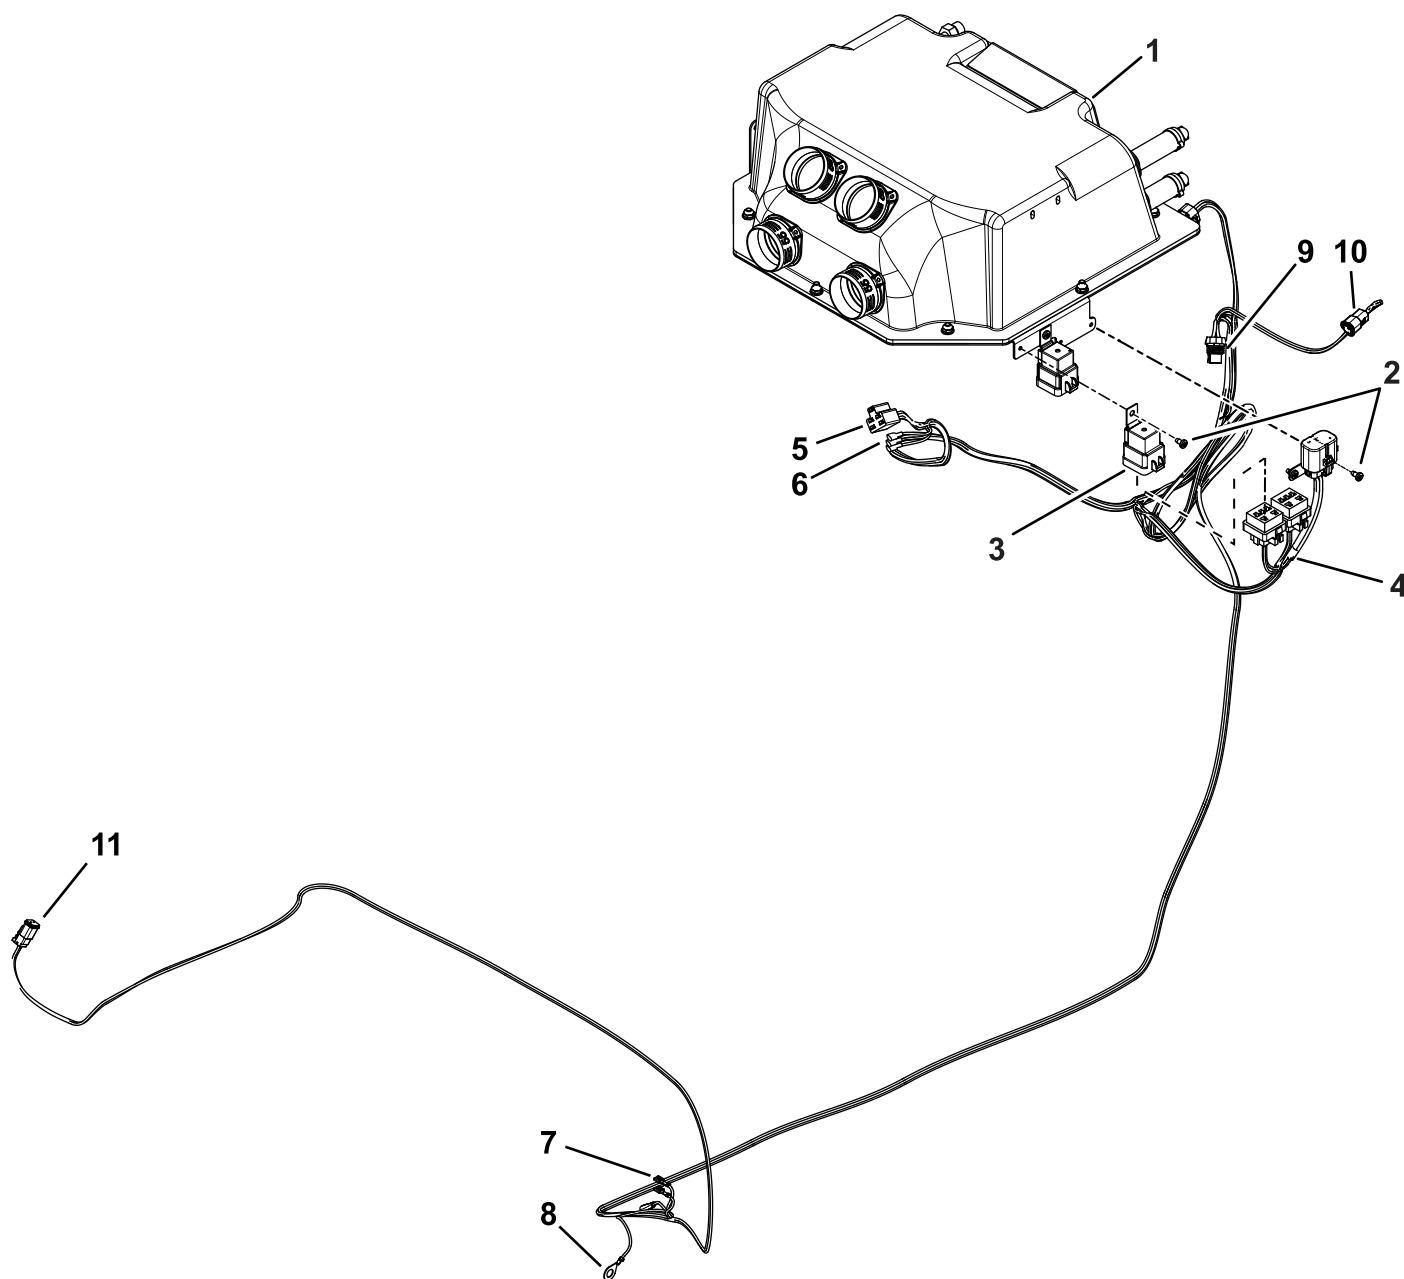

Bild 12
16. Verbinden Sie den HLK-Kabelbaum mit dem Fahrzeugkabelbaum (Bild 12 und Bild 18).